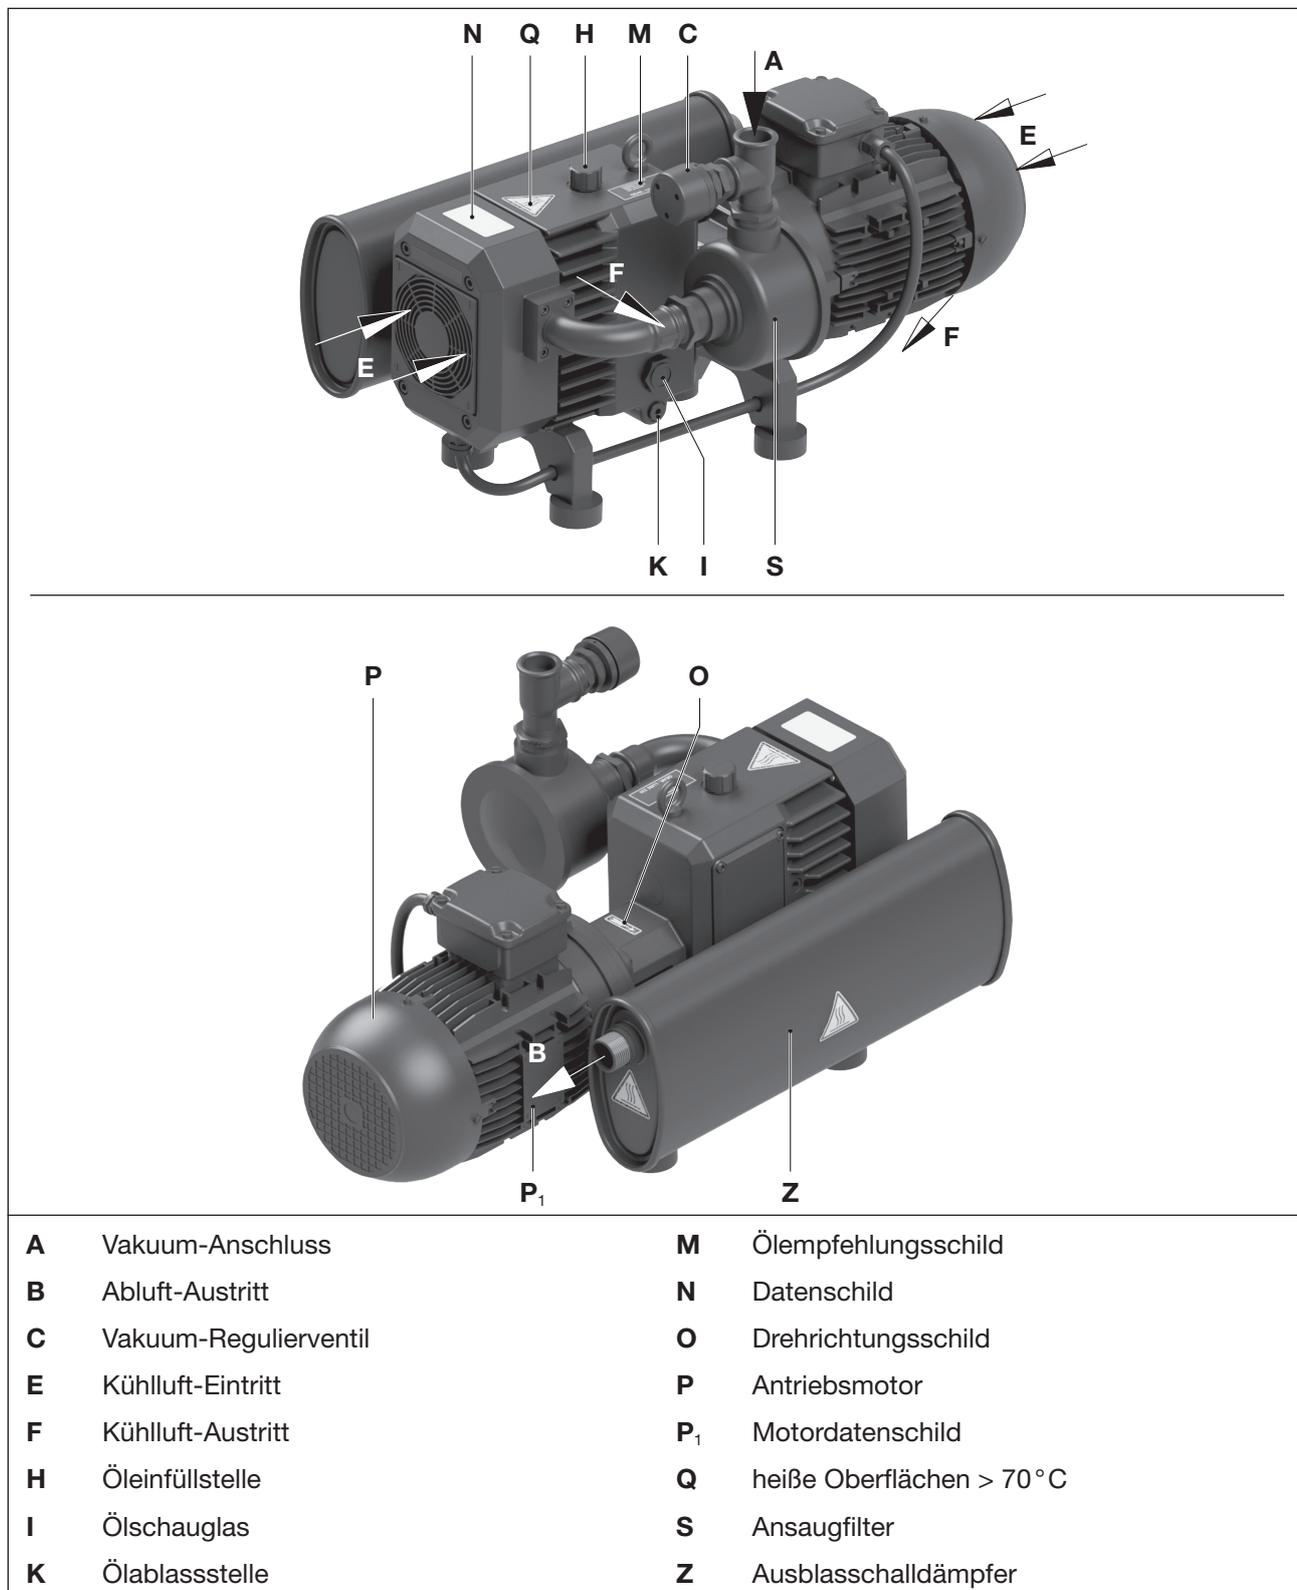
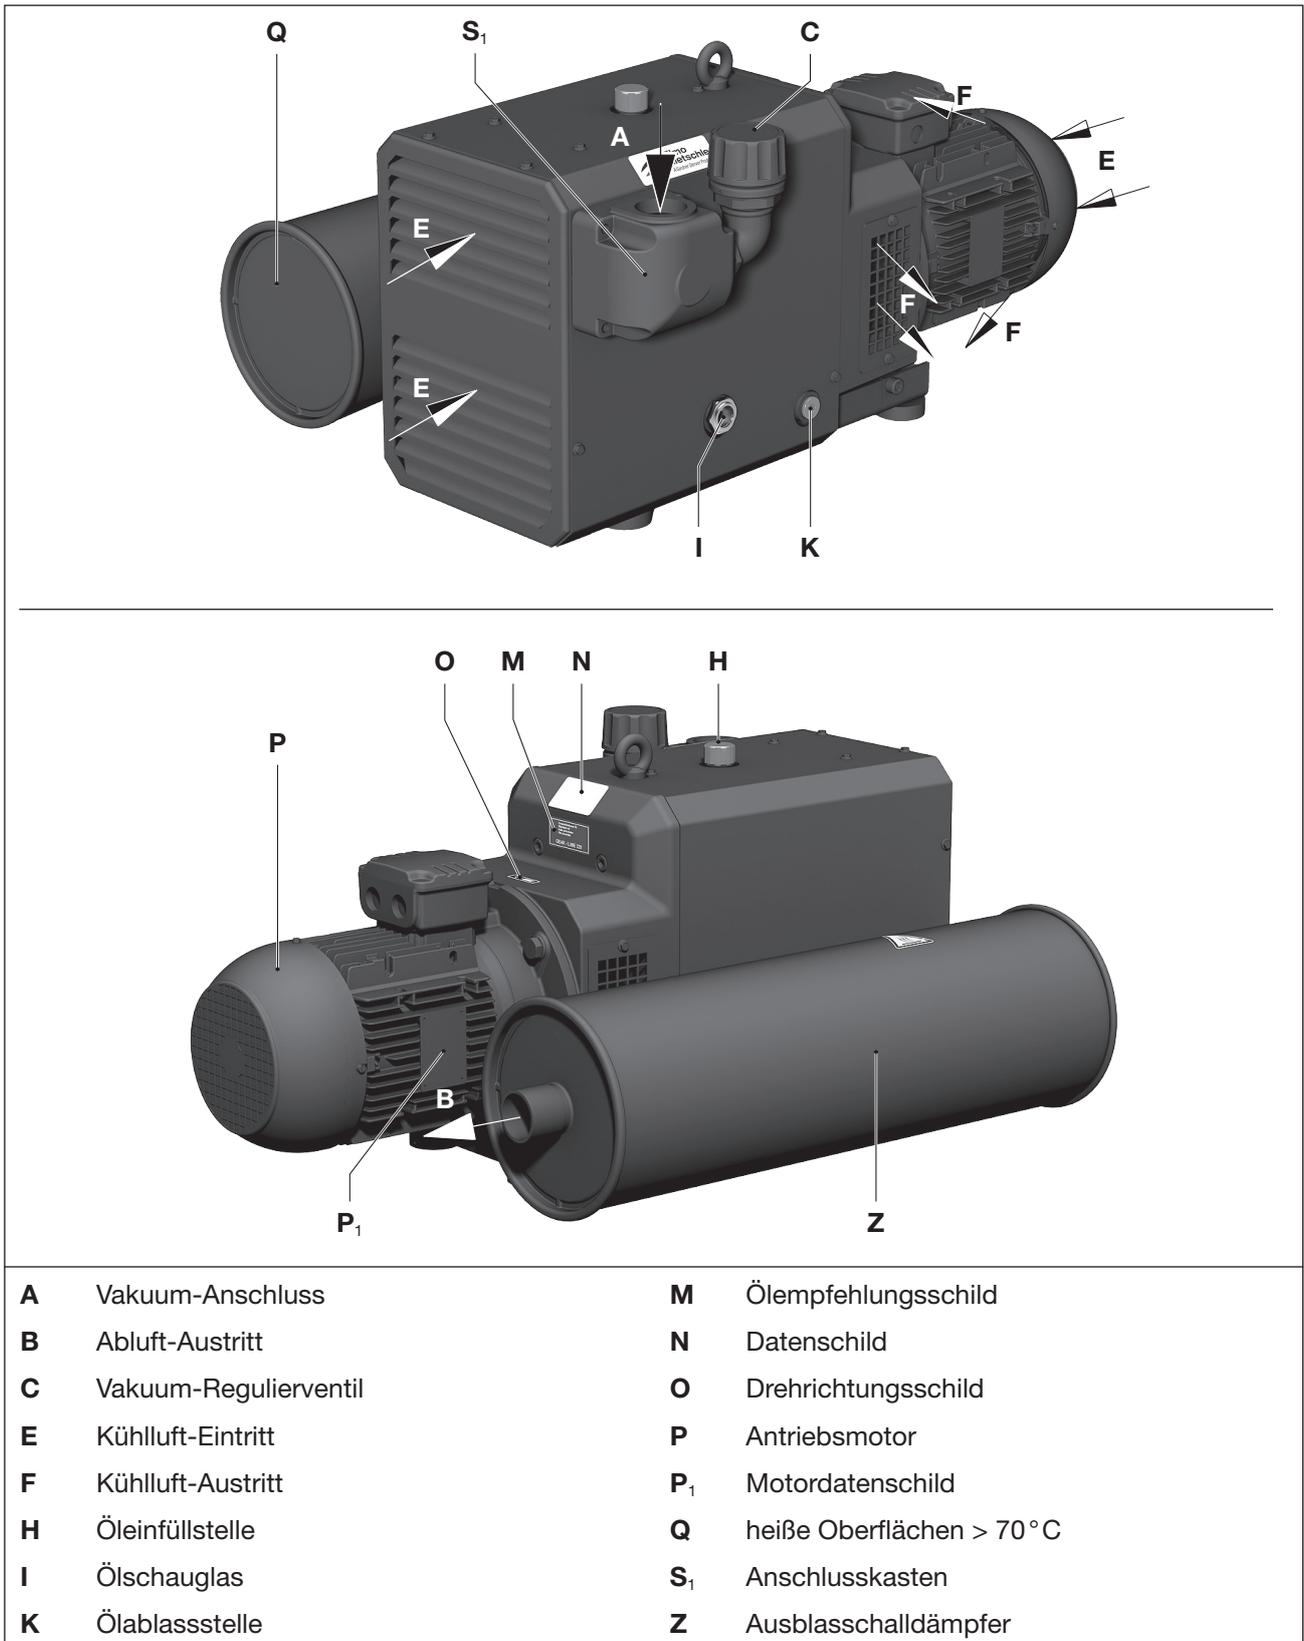
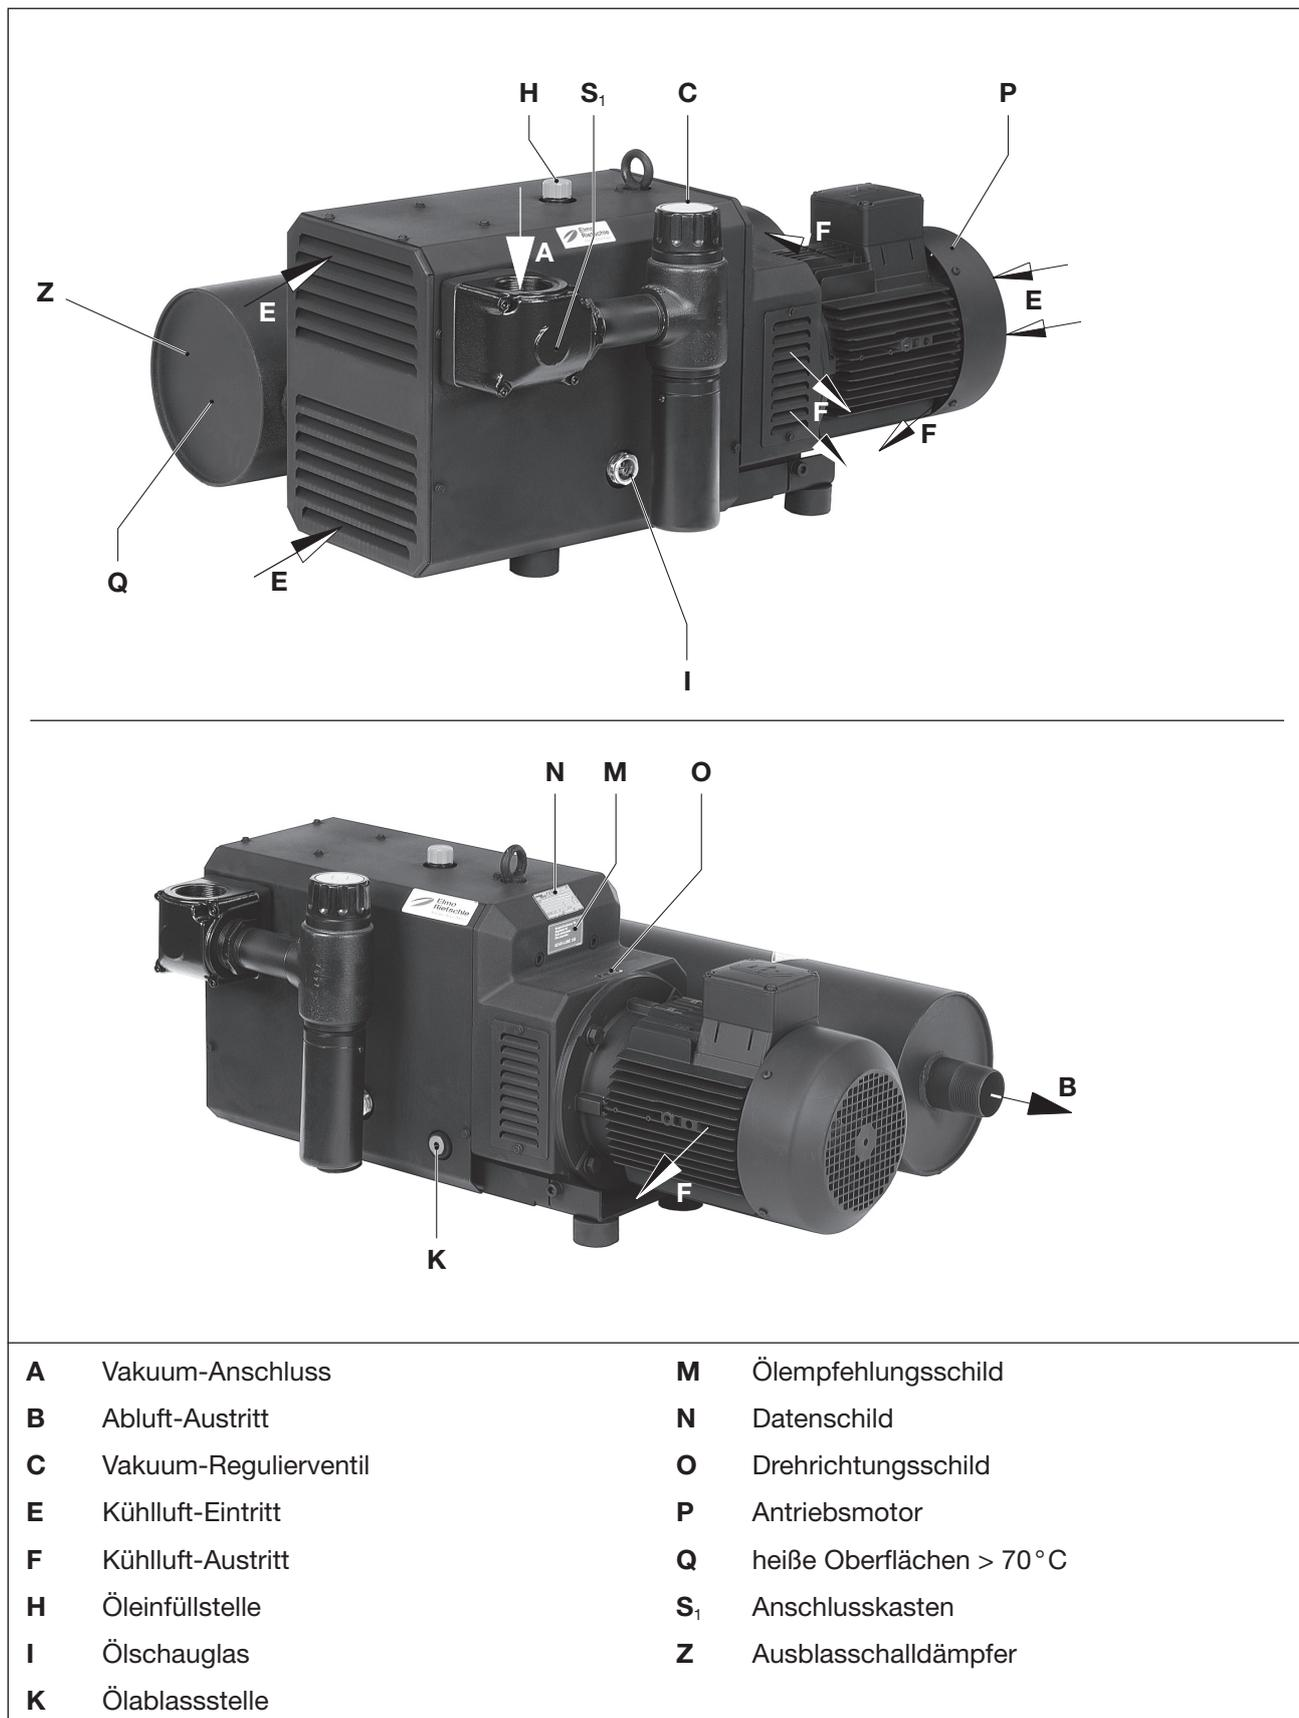

Abb. 2 Vakuumpumpe C-VLR 60
Abb. 3 Vakuumpumpe C-VLR 100 | 150
Abb. 4 Vakuumpumpe C-VLR 251
Ein Vakuum-Reguliertventil (Abb. 2/C bis Abb. 4/C) erlaubt die Einstellung auf ein gewünschtes Vakuum und dient gleichzeitig als Begrenzungsventil.
- Öl-Einfüllstelle (Abb. 2/H bis Abb. 4/H), Öl-Schaugläser (Abb. 2/I bis Abb. 4/I) und Öl-Ablässe (Abb. 2/K bis Abb. 4/K) müssen leicht zugänglich sein.
- Für Wartungsarbeiten ist vor dem Ansaugfilter (Abb. 2/S) und dem Ansaugkasten (Abb. 3/S₁, Abb. 4/S₁) **mindestens 40 cm Abstand** vorzusehen.